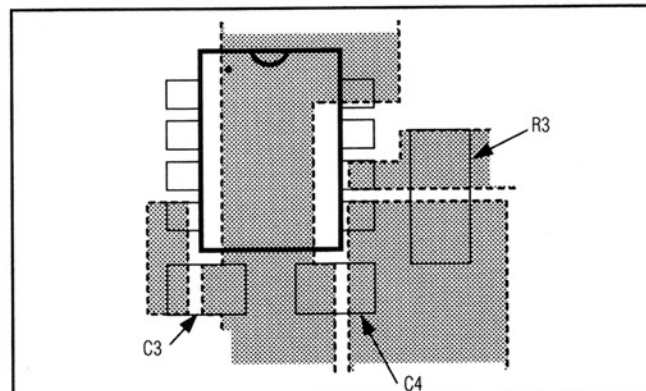

図8.  $R3$ 、 $C3$ 及び $C4$ の推奨配置及び配線
- 1) 電流センス抵抗( $R3$ )は、 $V+$ ピンと $CS$ ピンの間でMAX774から5mm以内の位置に配置します。 $V+$ 及びリファレンスパイパスコンデンサ( $C3$ 及び $C4$ )は、該当するピンにできるだけ近く配置することが必要です。図8に、これらのコンポーネントの推奨レイアウトと配線を示します。